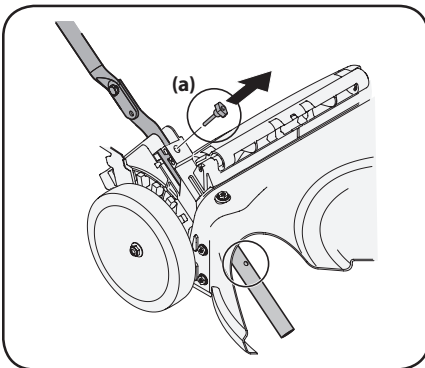
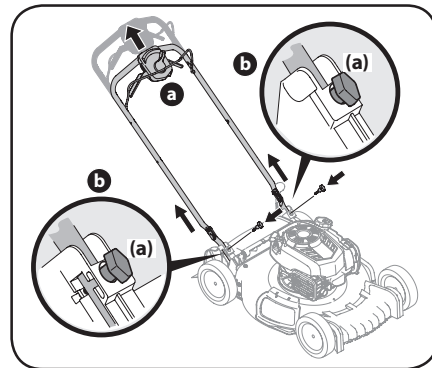

Figure 2-3
Figure 2-4
4. Retirez les boulons à oreilles (a) des supports de la poignée. Voir Figure 2-3.
- a. Tirez la poignée vers le haut jusqu'à ce que les trous dans la poignée inférieure (voir Figure 2-3) s'alignent avec les trous des supports de la poignée. Voir Figure 2-4.
- b. Insérez les boulons à oreilles (a) retirés à l'étape 4 dans les supports de la poignée et dans la poignée inférieure. Serrez bien les boulons pour fixer la poignée. Voir Figure 2-4.